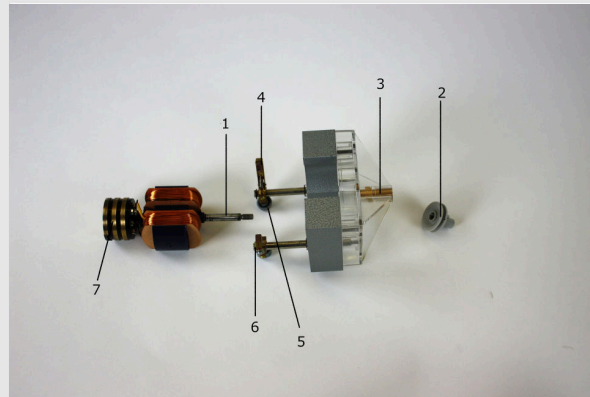

Рис. 1
- Соберите навесное оборудование для двигателя, как показано на рис. 1.